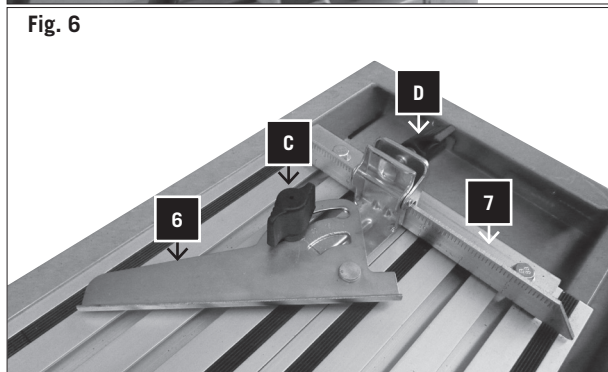

Fig. 6
- 1 Desserrez la vis papillon (C)
- 2 Placez l'angle d'arrêt (6) sur 90° et serrez de nouveau la vis papillon (C).
- 3 Serrez la vis papillon (D) pour fixer l'angle d'arrêt (6). (Fig.6)
- 4 Poussez la tête de machine (1) sur la poignée (11) vers l'arrière.
- 5 Placez le carreau sur le rail de butée (7) de l'angle d'arrêt (6).
- 1 Loosen the wing bolt (C)
- 2 Set angled stop (6) to 90° and tighten the wing bolt (C) again.
- 3 Tighten the wing bolt (D) to fix the angled stop (6). (Fig.6)
- 4 Push the machine head (1) towards the rear by the handle (11).
- 5 Place the tile on the stop rail (7) at the angled stop (6).